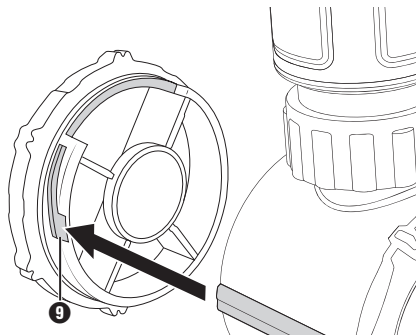

Fig. 2
- ◆ Applicare il coperchio del vano pile **9** al vano pile, con la scanalatura grande rivolta verso l'alto. Assicurarsi che la scanalatura piccola si adatti al vano pile. Ruotare fino all'arresto il coperchio del vano pile **9** contro la direzione della freccia raffigurata sulla targhetta identificativa (vedere fig. 2).